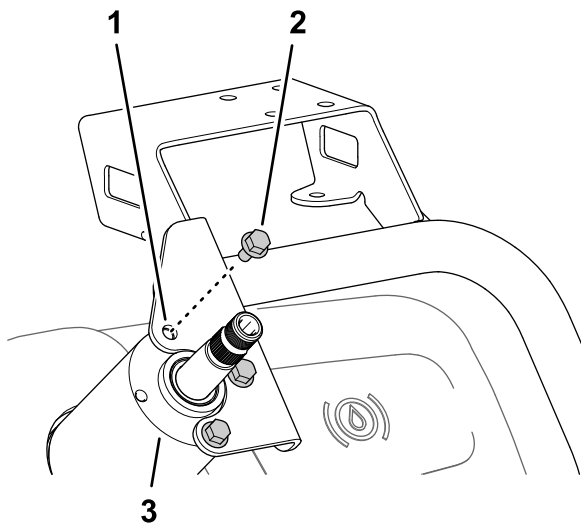

Figura 163
2. Monte el soporte del monitor en el alojamiento de la válvula de dirección (Figura 163) con los 3 pernos con arandela prensada (6 mm x 12 mm).